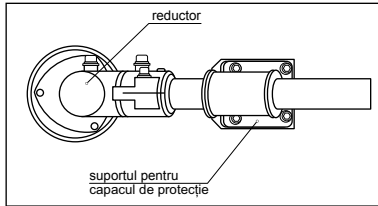

fig. 4
- Aliniați orificiile capacului de protecție cu orificiile de pe placa de montare (fig. 4).